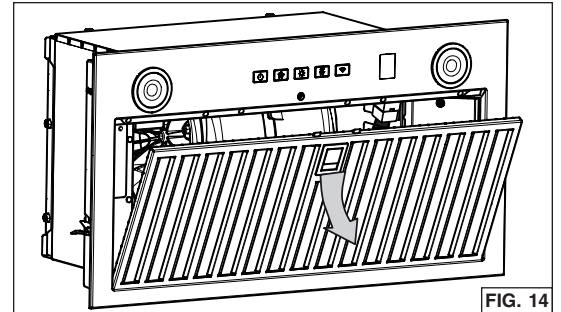

FIG. 14
2. Retirer le filtre à graisses en appuyant sur le loquet et en le basculant vers le bas (FIG. 14). Mettre de côté le filtre.